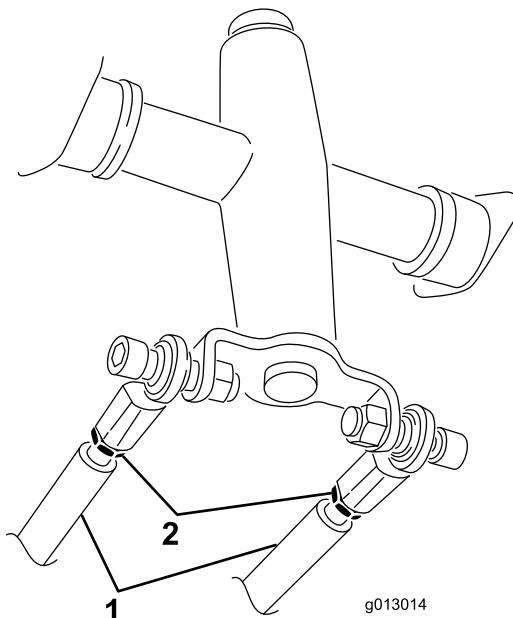

Figura 60
3. Afloje las contratuercas de las varillas de tracción, debajo del panel de control (**Figura 60**).